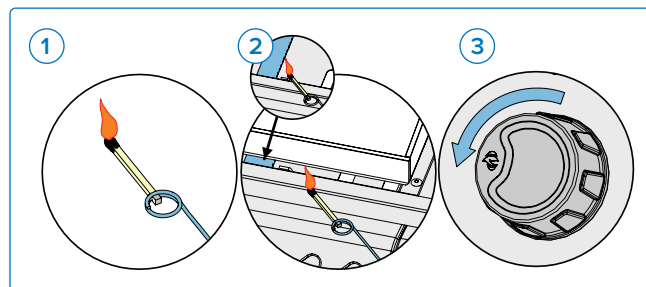

Fig. 7
3. Ruotare la manopola del bruciatore corrispondente su alto. **(Fig. 7).**